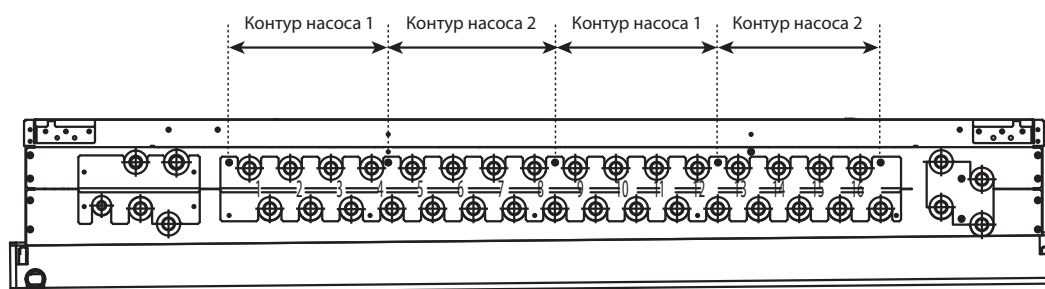

Рис. 2
- При подсоединении объединителей к портам НВС-контроллера, разветвленная сторона объединителя не может быть соединена с комбинациями портов «4 и 5», «8 и 9» или «12 и 13» (см. рис. 2).
Убедитесь, что суммарная производительность внутренних блоков подсоединяемых к портам «с 1 по 4 и с 9 по 12» или «с 5 по 8 и с 13 по 16» не превышает P175 (см. рис. 2).